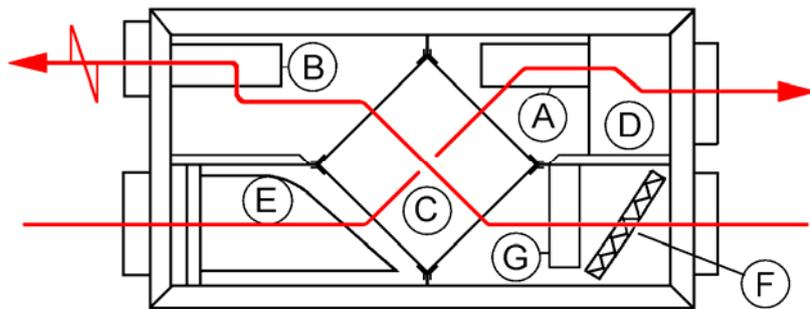

Рис.2 Fig. 2
Индикатор (11) указывает на необходимость замены фильтра наружного воздуха (E, Рис.2). Агрегат продолжит работать, но его эффективность значительно снизится, если его не заменить. Периодичность замены фильтров задается на контрольной панели (6,9,12 месяцев). См. Инструкцию по монтажу. Переустановите время работы фильтра после его замены (См. Обслуживание. Пункт 2).
Lamp signal (11) comes on when set operation time between changing of fresh air filter (E, fig. 2) has expired. The ventilation unit can still be operated, but the efficiency will be reduced if the filter is not replaced. Operation time (6, 9 or 12 months) between filter changes can be set on the control panel (see installation instructions). Reset operation time after having changed the filter (see MAINTENANCE, item 2 - Changing the inlet filter).
**Note! The aluminium extract filter (F, fig. 2) must be cleaned as necessary (See "Maintenance").**